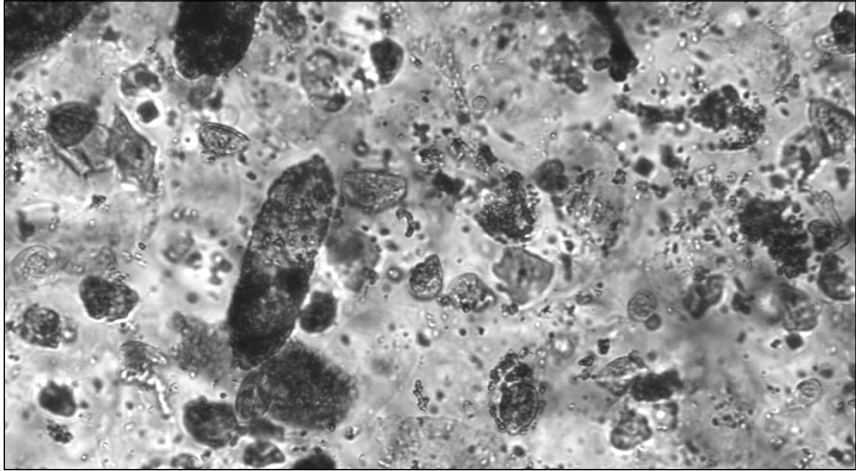

Figura 26. Campo del indicador de estado de la Conexión después de una sola pulsación con el botón derecho del ratón
- la imagen está tan poblada de partículas que la detección de partículas no es fiable (consulte Figura 26).
- Las imágenes del campo visual tan saturadas de partículas que es difícil distinguir entre varios elementos se consideran **Images for review** (Imágenes para revisar) (consulte **Figura 26**)— tienen **Yes** (Sí) en su columna **For review** (Para revisar) en la Lista de imágenes, y el mensaje **¡Revisión necesaria!** aparece en rojo en el encabezamiento de SVE.